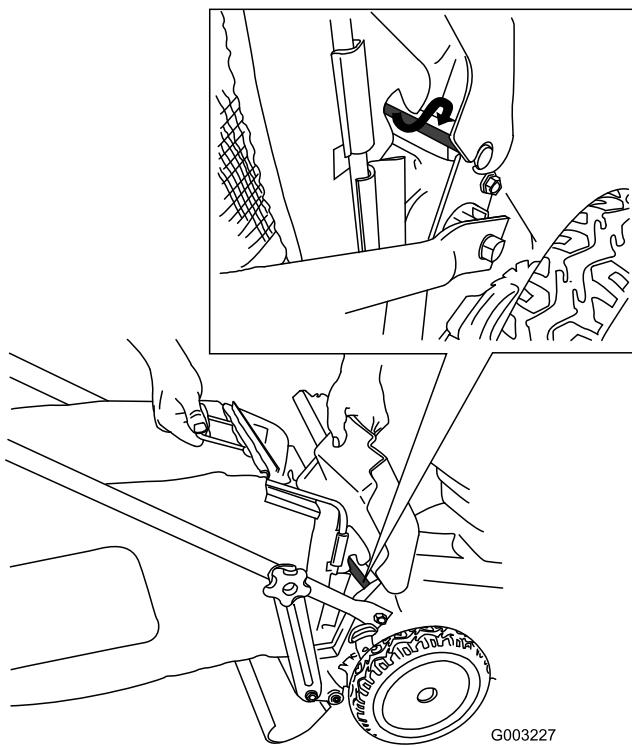

Figura 24
- Instale la bolsa sobre la varilla de la puerta (Figura 24).